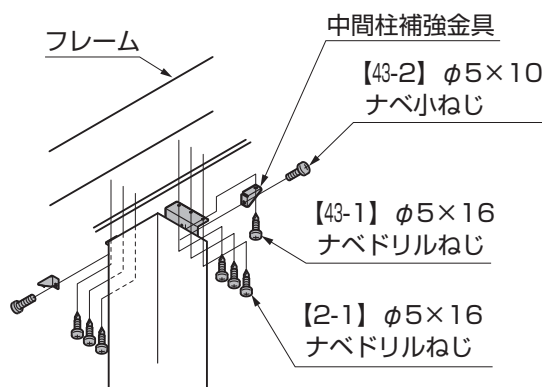

図4-36
- ②中間柱補強金具を中間柱取付金具に【43-2】で取付けてください。(図4-36参照)
- ③中間柱補強金具、中間柱取付金具を【43-1】、【2-1】でフレームに取付けてください。(図4-36参照)
- ④柱 中間用にアンカー棒を差込み柱を建込んでください。